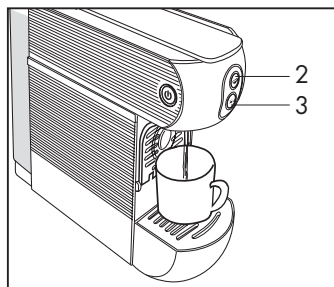

Fig. 6
- Quand la touche de distribution (2-3), est/sont allumée/s en mode fixe, la machine est prête pour l'emploi. Presser la touche de distribution (2), l'eau est distribuée par la machine **(Fig.6)**; presser de nouveau la touche de distribution (2), quand la quantité d'eau souhaitée est sortie. L'opération de rinçage se termine quand au moins trois tasses d'eau sont sorties.